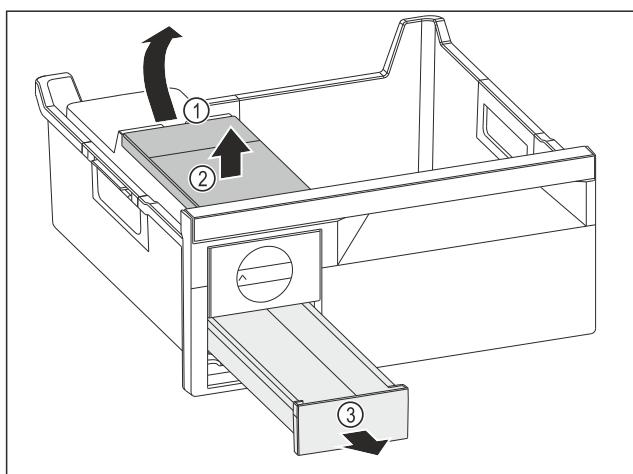

Fig. 95
- Изваждане на резервоара за вода: Повдигнете резервоара за вода при прореза Fig. 95 (1).
- Извадете резервоара за вода Fig. 95 (2) нагоре.
- Извадете чекмеджето за ледени кубчета Fig. 95 (3) напред.